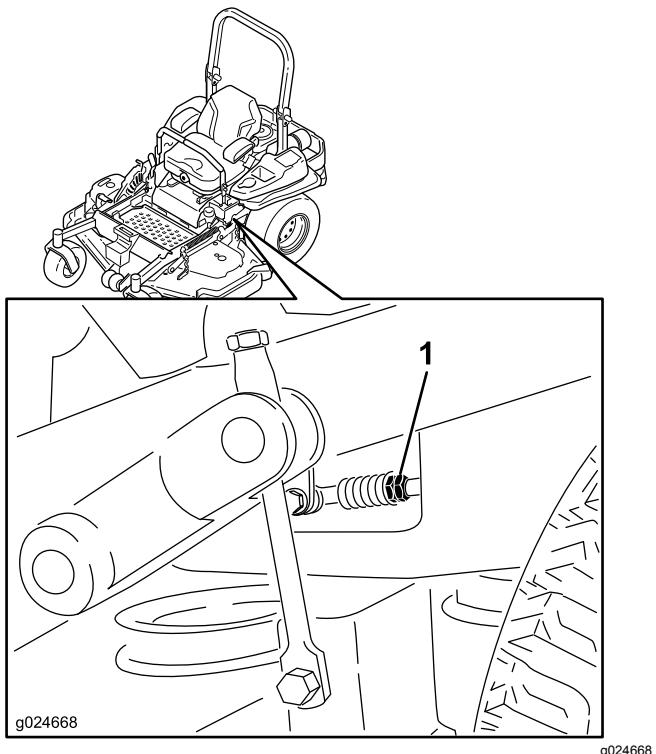

Bild 78
- Stellen Sie die Länge der Pumpenschaltstange ein, indem Sie die Doppelmuttern an der Stange so weit in die entsprechende Richtung drehen, bis sich die Räder leicht zurückdrehen (Bild 78).